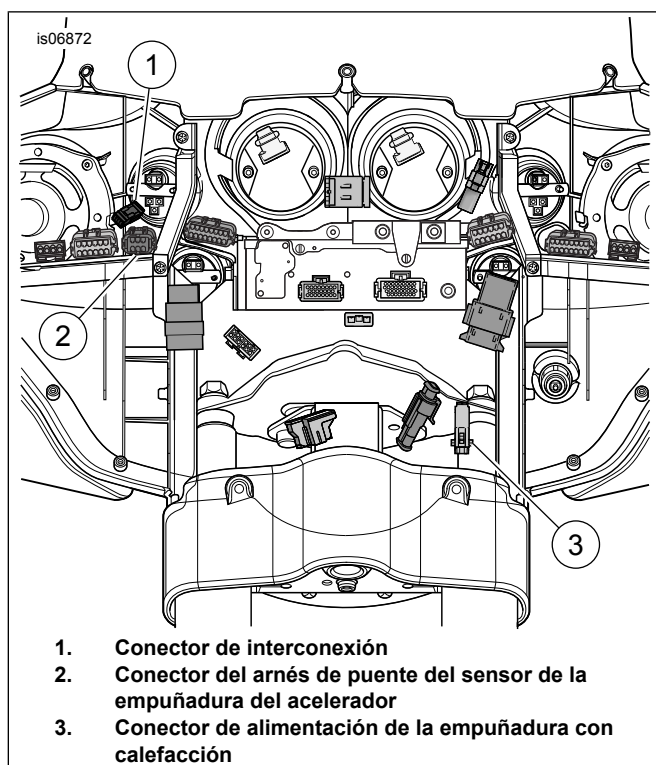

Figura 5. Cableado del fuselaje (Modelos FLH)
Ver Figura 5 . El conector de alimentación de empuñaduras (3) tiene una tapa que se debe retirar antes de conectar al cableado del vehículo.
2. Ver Figura 5 . Conecte la mitad del conector de alimentación de la empuñadura del lado izquierdo al conector de alimentación de empuñadura (3).
3. Conecte (1) al conector de empuñaduras del lado izquierdo.
c. Conecte el conector del arnés principal del TGS del arnés de puente al conector (2).